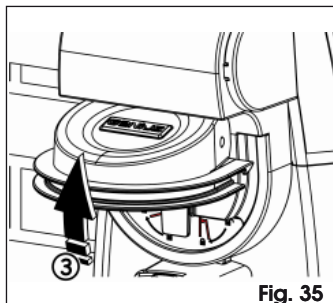

Fig. 35
2. Ouvrir le couvercle de déverrouillage, Fig. 35.